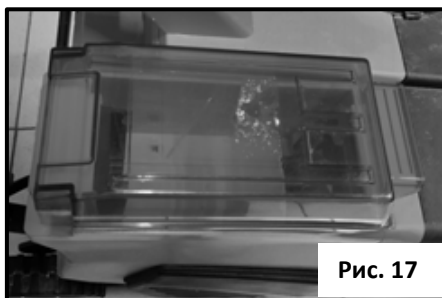

Рис. 17
- Откройте крышку аккумуляторного отсека (см. рис.17 и 18) и установите две батареи до щелчка, затем закройте крышку.